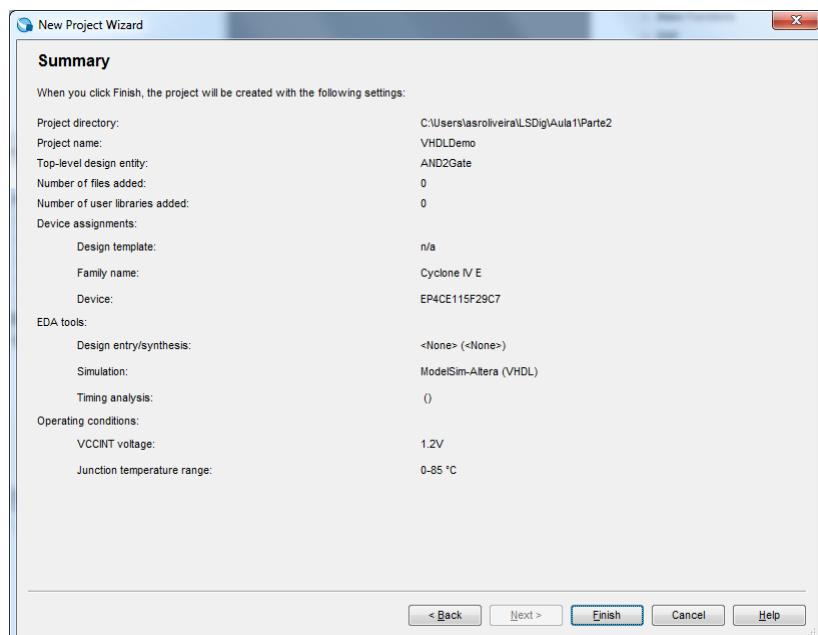

Figura 31 – Sumário final da criação do projeto.
**1.** Crie para a FPGA do *kit DE2-115 (Cyclone IV EP4CE115F29C7)* um novo projeto, seguindo os mesmos passos do ponto 1 da parte I deste guião. Considere a informação de identificação do projeto apresentada na Figura 30. O sumário da descrição do projeto deve ser semelhante ao da Figura 31.